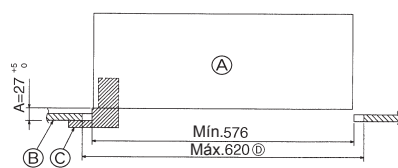

Fig. 5-2
5.2. Preparación para conectar la rejilla (Fig. 5-2)